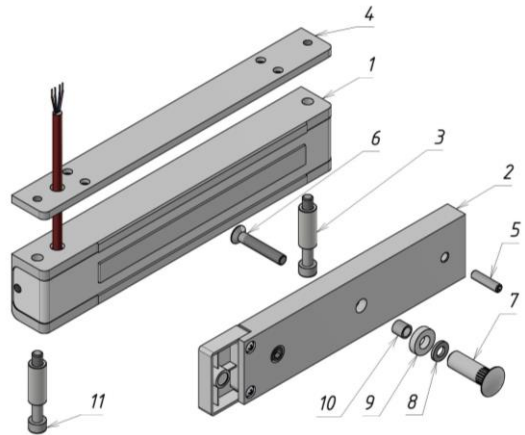

Рисунок 1 – Комплект поставки замка
3.1 Комплект поставки (рисунок 1):